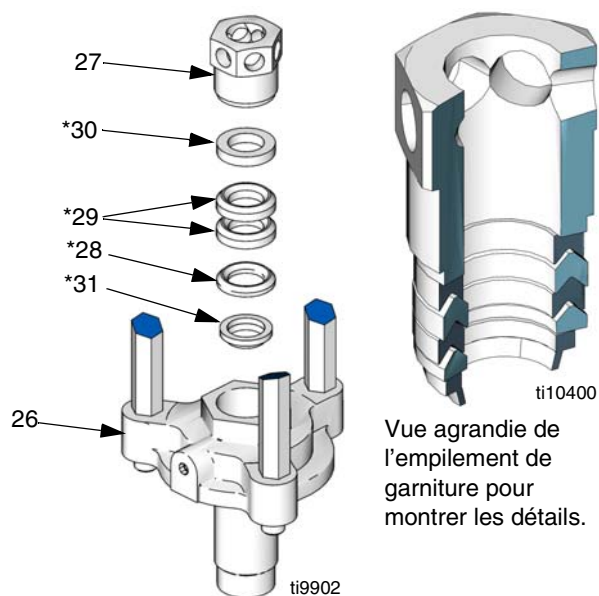

FIG. 25
12. Retirez l'écrou (27) de la bride (26). Enlevez le fouloir femelle (30\*), les deux anneaux de garniture (\*29), le fouloir male (28\*) et le racleur (31\*). Contrôlez l'état de toutes les pièces. Voir FIG. 25.